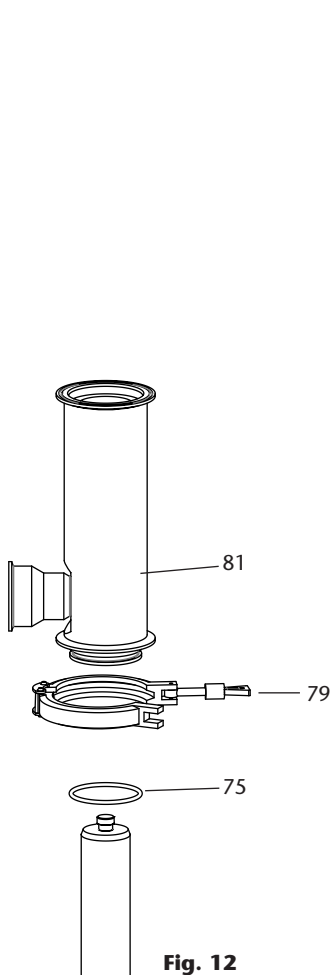

Fig. 12
10. Retire la abrazadera (79) del cuerpo salida fluido.
11. Empuje el cuerpo salida fluido (81) con cuidado hasta liberarlo y extraiga la junta (75) (fig. 12).
10. Retirez le collier (79) du corps de sortie produit.
11. Pousser le corps de sortie produit (81) avec précaution jusqu'à ce qu'il se dégage et retirer le joint (75) (fig. 12).
10. Entfernen Sie die Klemme (79) vom Materialauslasskörper.
11. Drücken Sie den Materialauslasskörper (81) vorsichtig, bis er sich löst, und entfernen Sie die Dichtung (75) (Abb. 12).